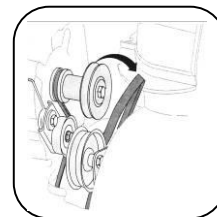

Рис.12
3. Снимите ремень с ролика двигателя (см. рис. 12).